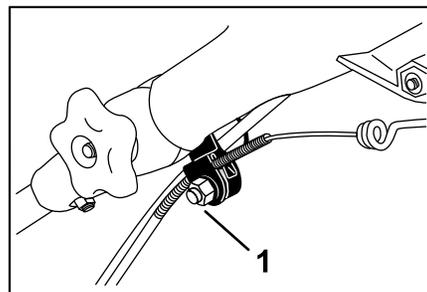

Figura 36
1. Allentate il dado sul serrafilo per cavi (Figura 36).